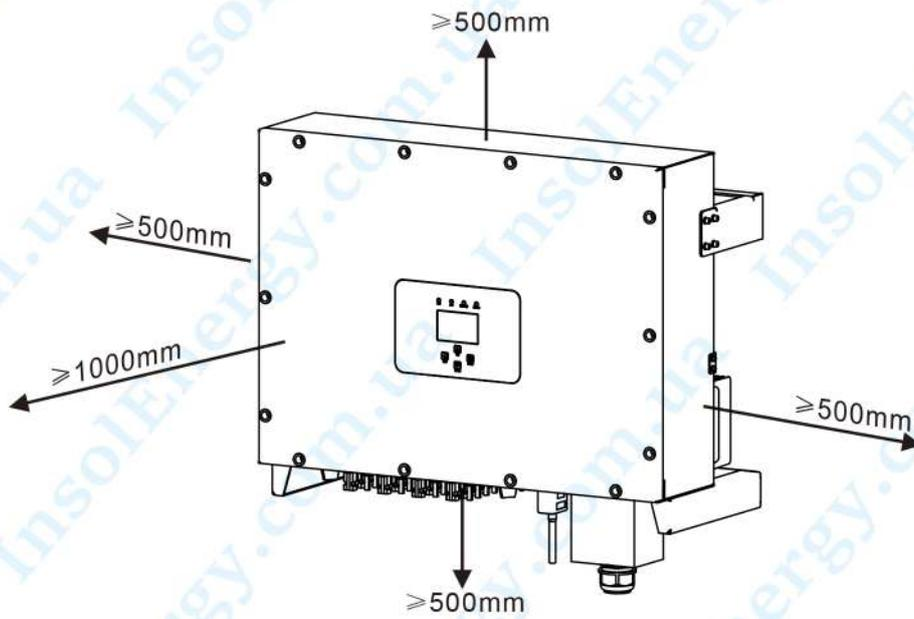

Рис. 4.3 Монтажный проміжок
- Якщо встановлюється більше одного інвертора, необхідно залишати між ними відстань не менше 500 мм. І два сусідні інвертори також відокремлюються один від одного на відстань не менше 500 мм. Також необхідно встановлювати інвертор в місці, де діти не зможуть до нього доторкнутися. Будь ласка, дивіться рис. 4.3.